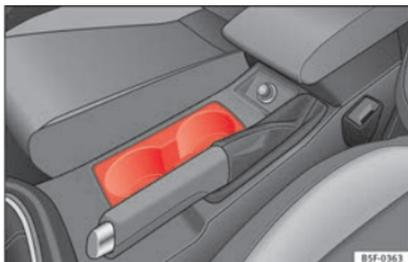

Fig. 155 Console centrale : porte-gobelets avant.
- » **fig. 155.** Il peut accueillir deux boissons.